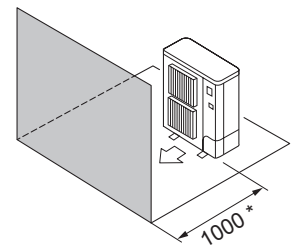

Fig. 2-10
- ④ Obstacles uniquement à l'avant (Fig. 2-10)